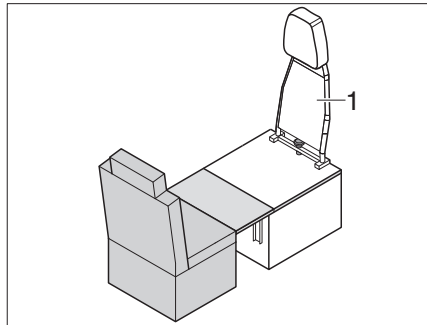

Fig. 227 Trasformazione posizione di marcia - zona letto
- Smontare lo schienale (Fig. 227,1) del sedile singolo (vedi capitolo 7.17.9).